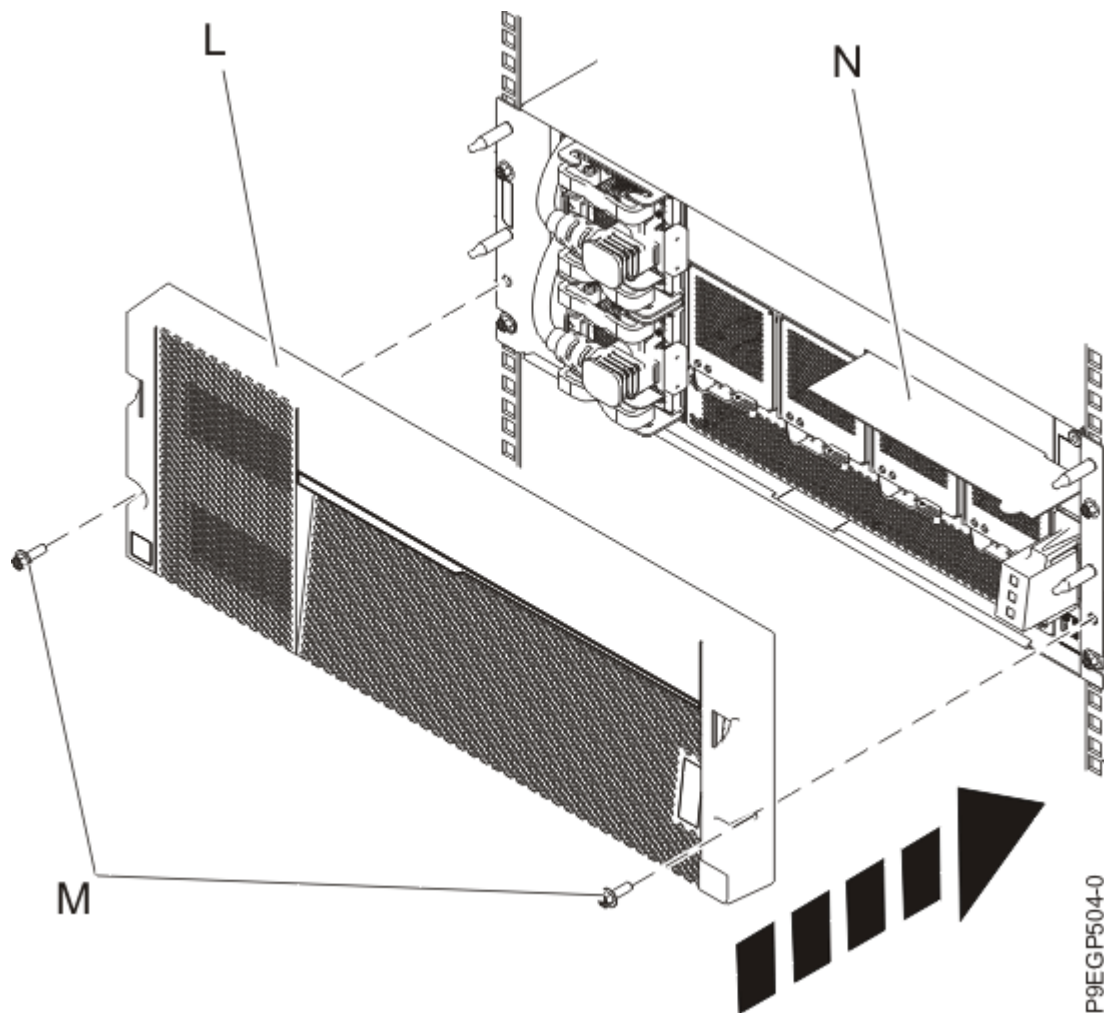

Figura 10. Instalarea capacului și cardului de informații de service
- a) Apăsați capacul (**L**) la locul lui și fixați-l cu două șuruburi M5 (**M**) pe sinele din dreapta și din stânga, așa cum se arată în Figura 10 la pagina 14.